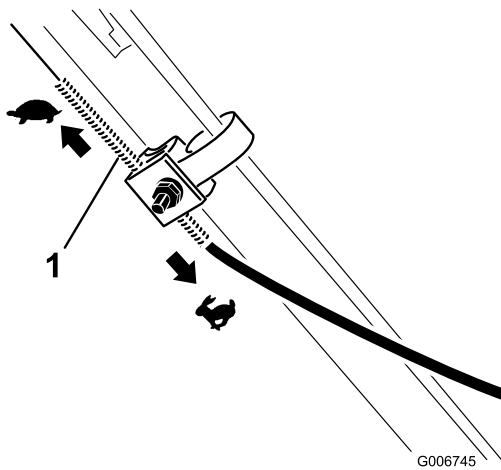

Figur 29
4. Dra kabelhöljet uppåt ca 5 mm (Figur 29).